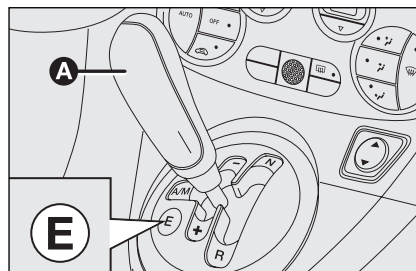

fig. 3 - uitvoering 1.2
- ☐ de tweede: compleet automatisch (**AUTO**), waarbij het systeem beslist wanneer er geschakeld wordt. Bij de versie 1.2 met deze bediening kan de functie **ECO** (Economy) functie worden gebruikt om het brandstofverbruik te verminderen. Druk op knop **E-fig. 3** op het schakelmasker van de pook om deze functie in te schakelen.
De versnellingen en de functies (**MANUAL** of **AUTO**) kunnen worden gekozen met de versnellingspook **A-fig. 3** op de middenconsole (zie de afbeelding).